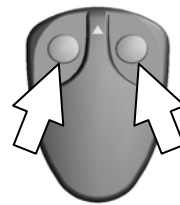

Fig. 1
2. Appuyer simultanément sur les boutons 1 et 2 et les relâcher (fig. 1) : le voyant s'allume puis, au bout de deux secondes environ, s'éteint.
1. Appuyer simultanément sur les boutons 1 et 2 et les relâcher (fig. 1): le voyant s'allume puis, au bout de deux secondes environ, s'éteint.
2. Drücken Sie gleichzeitig die Tasten 1 und 2 des Senders und lassen sie wieder los (Abb. 1). Die LED leuchtet auf und geht nach zirka 2 Sekunden aus.
1. Drücken Sie gleichzeitig die Tasten 1 und 2 des Senders und lassen sie wieder los (Abb. 1). Die LED leuchtet auf und geht nach zirka 2 Sekunden aus.
2. Pulse y suelte simultáneamente los botones 1 y 2 (fig. 1); el LED se enciende y, luego de aproximadamente dos segundos, se apaga.
1. Pulse y suelte simultáneamente los botones 1 y 2 (fig. 1); el LED se enciende y, luego de aproximadamente dos segundos, se apaga.
2. Carregar simultaneamente nos botões 1 e 2, e soltá-los (fig. 1): o LED acende-se e apaga-se após 2 segundos, aproximadamente.
1. Carregar simultaneamente nos botões 1 e 2, e soltá-los (fig. 1): o LED acende-se e apaga-se após 2 segundos, aproximadamente.